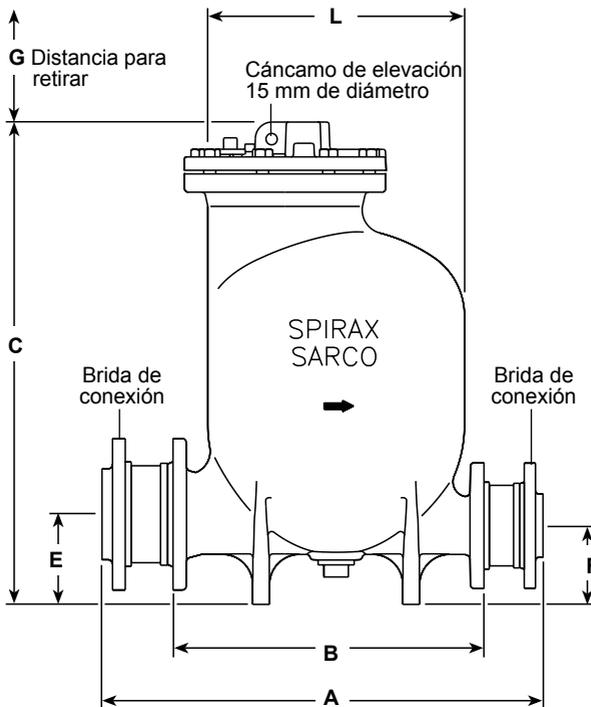
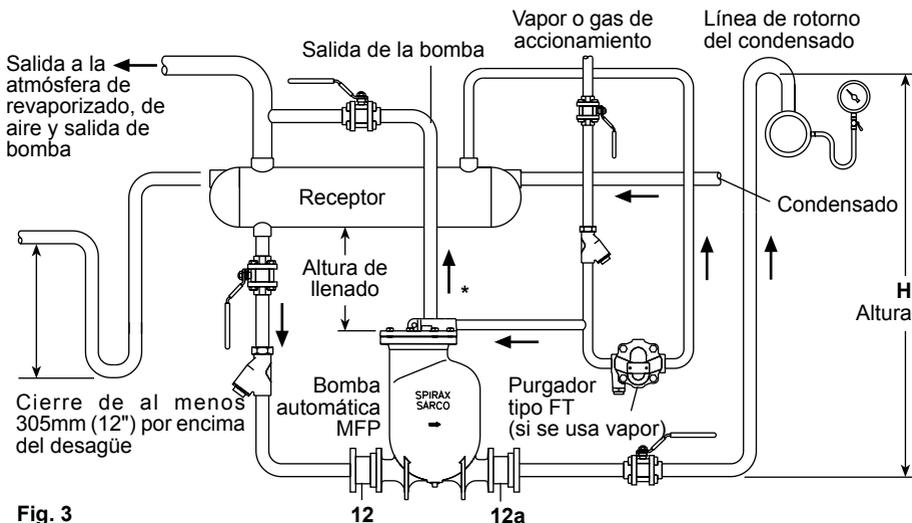

Fig. 2 MFP14 de DN80 x DN50
Fig. 3
2. Para evitar que el equipo se anegue durante la fase de descarga de la bomba, debe instalarse un receptor atmosférico o una tubería de retorno en un plano horizontal delante de la bomba, como se muestra en la Fig 3. Para dimensionar adecuadamente el receptor / depósito, ver las tablas 1 y 2 en la página 13. Todos los accesorios de la línea de entrada deben ser de paso total.
3. Conectar las válvulas de retención (12) y (12a) a la bomba, asegurándose de que el flujo a través de las válvulas siga la dirección correcta. Para conseguir un mejor funcionamiento, el recorrido de la tubería horizontal inmediatamente delante de la válvula de retención de entrada y después de la válvula de retención de descarga debe mantenerse en un mínimo. Conecte la descarga al conducto de retorno o a cualquier otro punto de la instalación. El par de apriete de los tornillos de las bridas de entrada y salida se ajusta a 76-84Nm (56-62 lb/ft).
4. Conectar el suministro de fluido de accionamiento (vapor, aire o gas) a la entrada de fluido de accionamiento en la tapa (ver Fig. 2, página 11). El conducto del suministro debe tener un filtro y un purgador (servicio de vapor) instalados aguas arriba de la entrada del suministro. La descarga del purgador puede conducirse al receptor o a la línea de retorno por encima de la bomba.